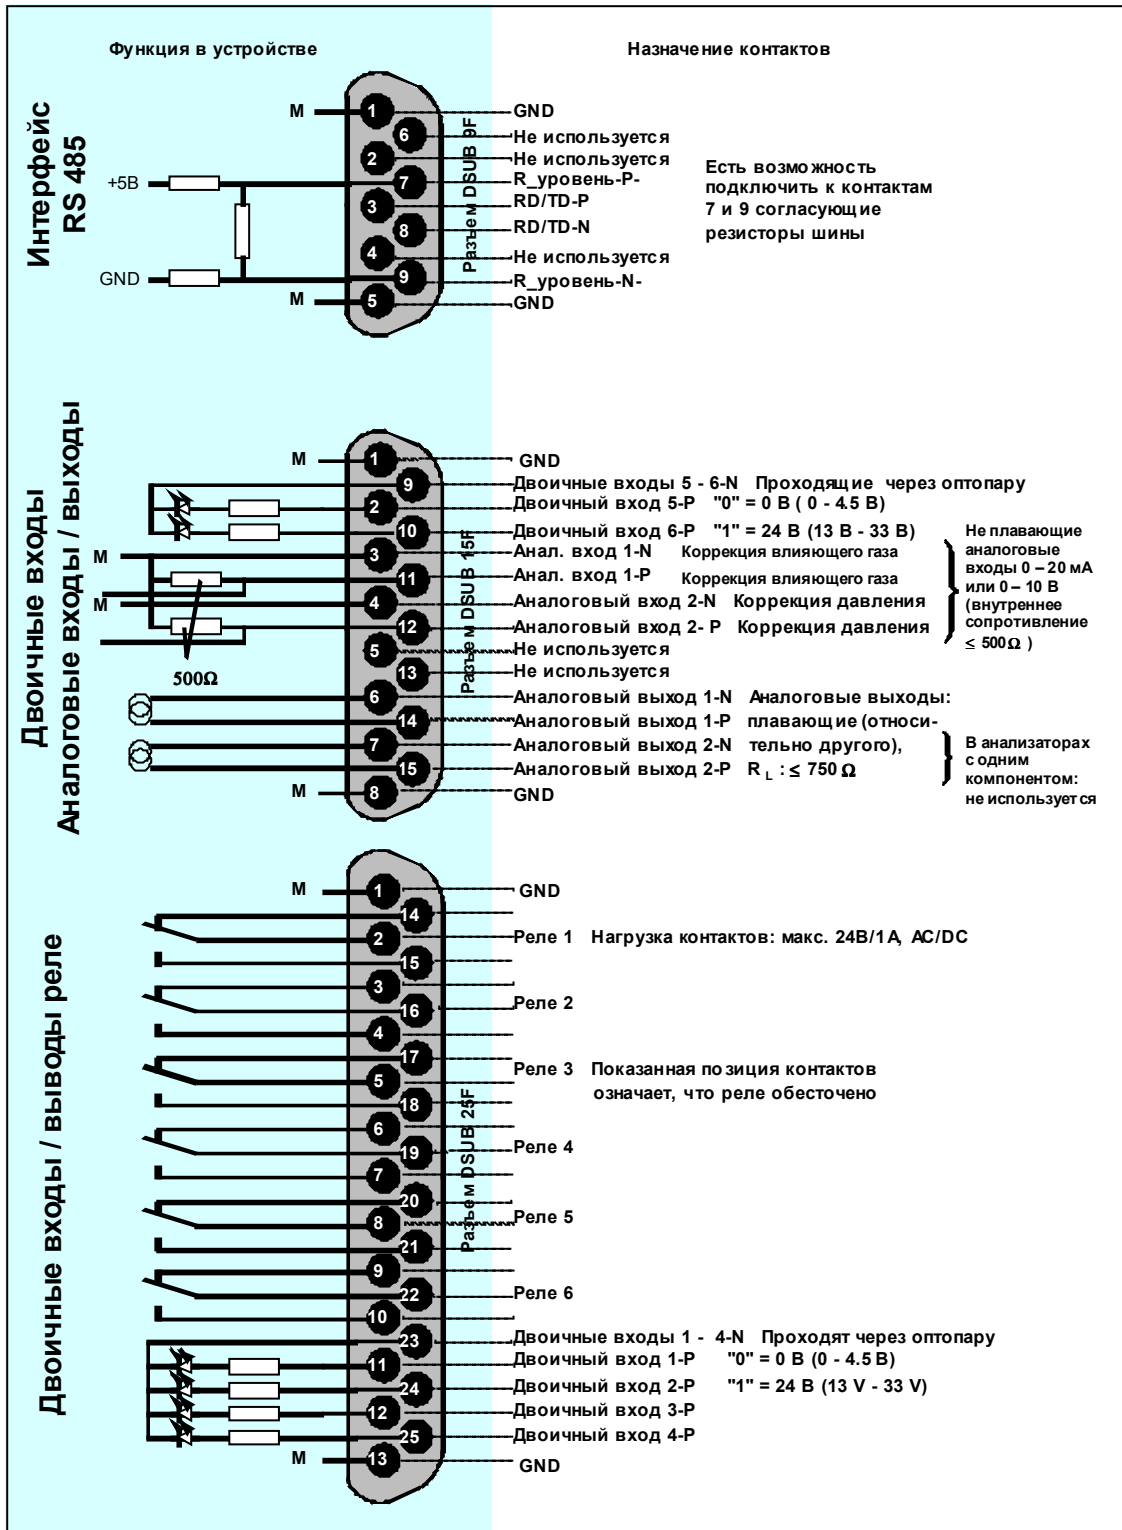

Рис. 2-9 {XE "Plug:Standard electronics"} Назначение контактов ULTRAMAT/OXYMAT 6E
- Кабели к выходам реле и цифровым входам, так же как и аналоговым входам и выходам должны быть экранированы. Они должны быть подключены к соответствующему трапецевидному разъему (SUB-D разъем), согласно схеме назначения контактов (Рис. 2-9 и 2-10). Поперечное сечение проводников должно быть  $\geq 0.5 \text{ мм}^2$ . Рекомендуются кабели типа JE–LiYCY ... BD. Длина кабеля для аналогового выхода зависит от нагрузки.